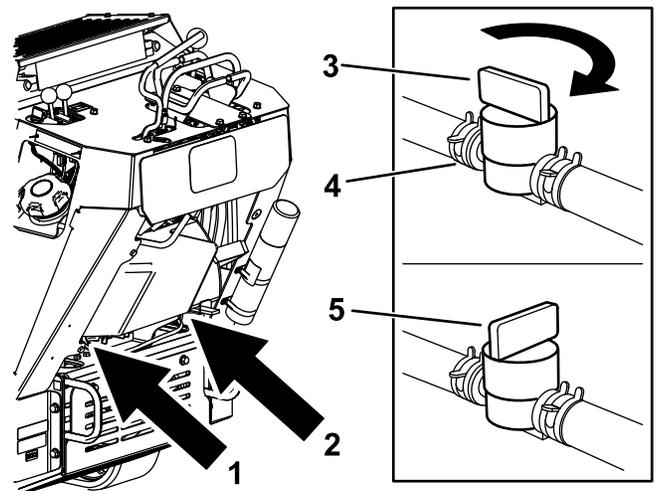

Bild 48
3. Schließen Sie den Kraftstoffhahn (Bild 48).
4. Drücken Sie die Enden der Schlauchklemme an der Motorseite des Kraftstoffhahns zusammen und schieben Sie ihn an der Kraftstoffleitung vom Ventil weg (Bild 48).
5. Ziehen Sie die Kraftstoffleitung vom Ventil (Bild 48).
5. Drehen Sie den Kraftstoffhahn in die geöffnete Stellung (Bild 48).